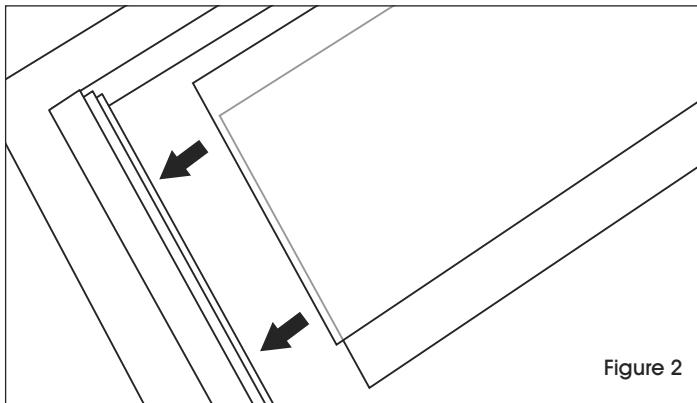

Figure 2
4. Placez une des extrémités de la plaque en plastique sur chacun des rails en aluminium installés auparavant dans la vitrine d'affichage. Glissez le deuxième rail en aluminium sur l'autre extrémité de la plaque en plastique. (Voir Figure 2)